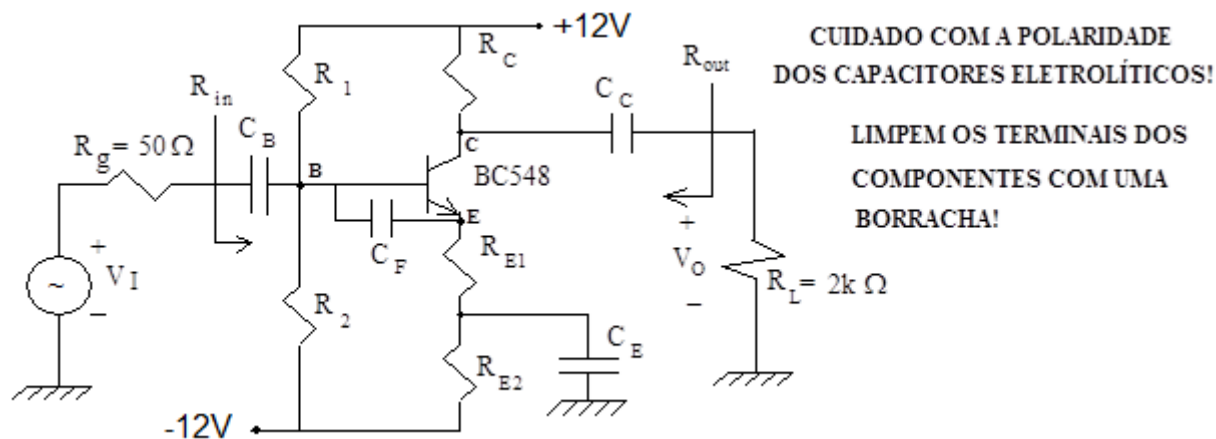

Figura 1
1) Inicie o projeto especificando $(I_{CQ}, V_{CEQ}) = (5\text{mA}, 10\text{V})$ e $R_C = 2\text{k}\Omega$. Projete a etapa amplificadora da Figura 1 de maneira que $v_o/v_i = -5$ em médias frequências (MF). Em MF os capacitores C_B , C_C e C_E podem ser considerados curto-circuitos e os capacitores C_F , C_μ e C_π considerados circuitos abertos. Assuma $\beta_{548} = 300$. Calcule o ganho AC em médias frequências e verifique que, se $g_m R_{E1} \gg 1$, o ganho torna-se dependente de uma razão de resistores e independente de parâmetros do transistor.